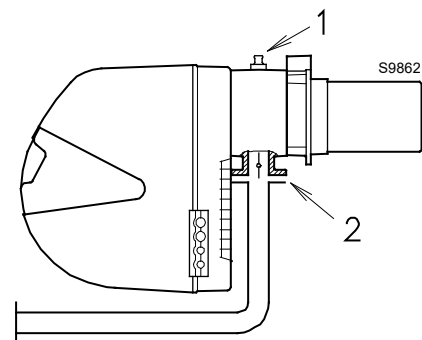

Fig. 39
Pression de gaz à la prise 1)(Fig. 39), avec :
Perte de charge vanne papillon gaz 2)(Fig. 39) avec ouverture maximale : 90°.
- soustraire de la pression du gaz à la prise 1)(Fig. 39) la pression dans la chambre de combustion.
Pression du gaz à la prise 1)(Fig. 39) = 6,4 mbar
Pour connaître la pression de gaz nécessaire sur la prise 1)(Fig. 39), une fois établie la puissance MAX. à laquelle on veut faire fonctionner le brûleur :
- Lire sur la Tableau, la pression à la prise 1)(Fig. 39).
Pression nécessaire à la prise 1)(Fig. 39).